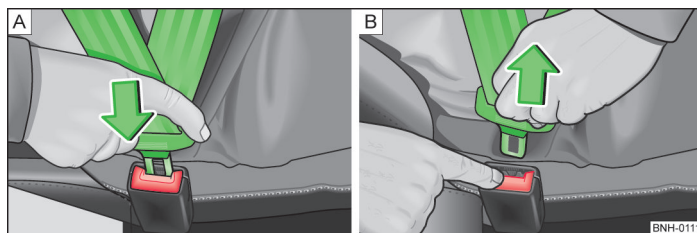

Fig. 146 Colocar y quitar el cinturón de seguridad.
- ▶ Introducir la lengüeta en el cierre correspondiente al asiento » fig. 146 - [A] hasta que se oiga como encaja.
- Pulsar la tecla roja en el cierre del cinturón » fig. 146 - [B], la lengüeta del cinturón saldrá disparada.